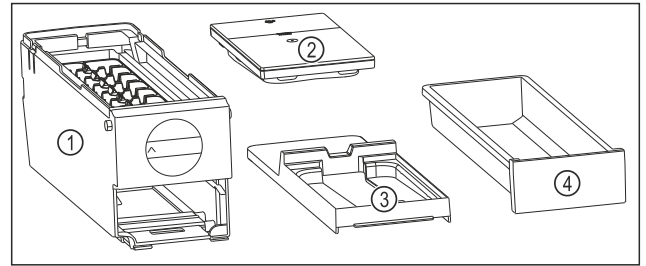

Fig. 132 Części dla EasyTwist-Ice
- ▷ EasyTwist-Ice jest rozłożony na cztery części. (patrz Fig. 132)
- ▶ Należy demontować EasyTwist-Ice wyłącznie na przedstawione części. (patrz Fig. 132)
- ▶ Czyścić korpus EasyTwist-Ice Fig. 132 (1) w całości.